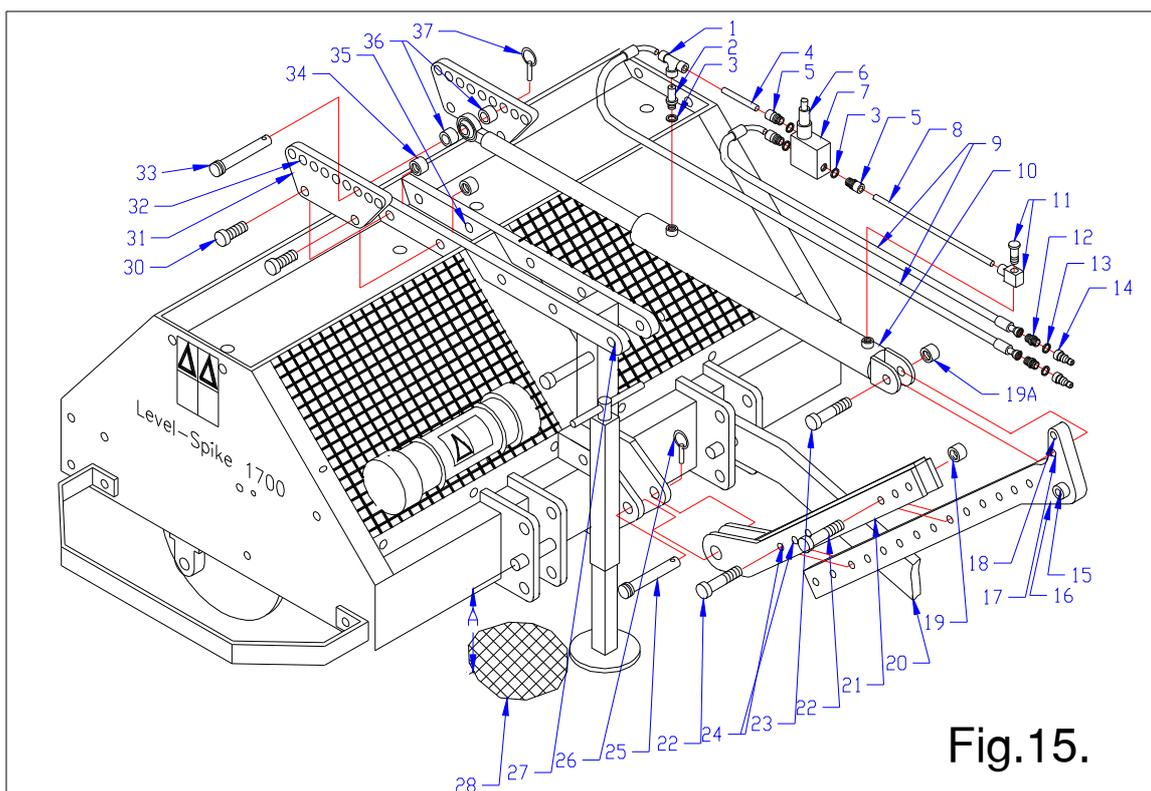

Fig.15.
12.6 SISTEMA DE TRANSFERENCIA DE PESO, vease fig.15.
Monte los componentes del cilindro hidráulico tal y como se muestra en la Fig. 15. El reductor de caudal 2 se atornilla sobre el cilindro hidráulico 10. Utilice la arandela de cobre 3. Conecte los tres conectores 5 a la válvula de seguridad 7 mediante las arandelas 3. Introduzca completamente los tubos 4/8 en los conectores 5, en el conector en T 1 y en el conector roscado 11. Instale todo en las conexiones del cilindro.